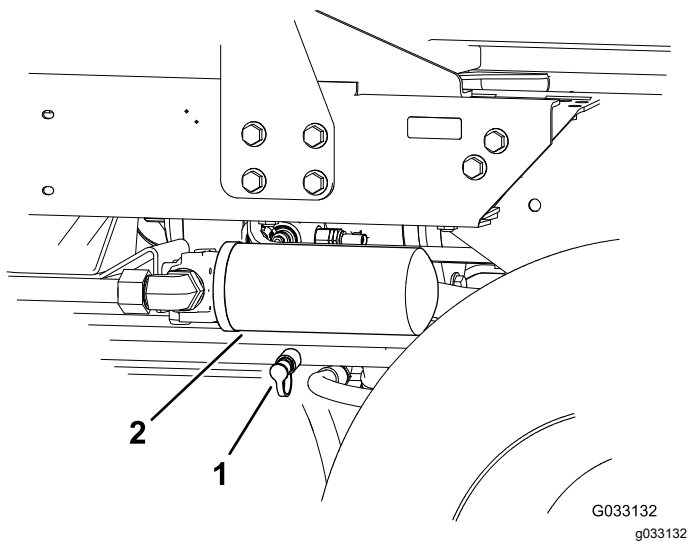

图 76
2. 在安装在后牵引歧管中的诊断接头与后牵引压力测试端口之间连接一根液压软管 图 76。